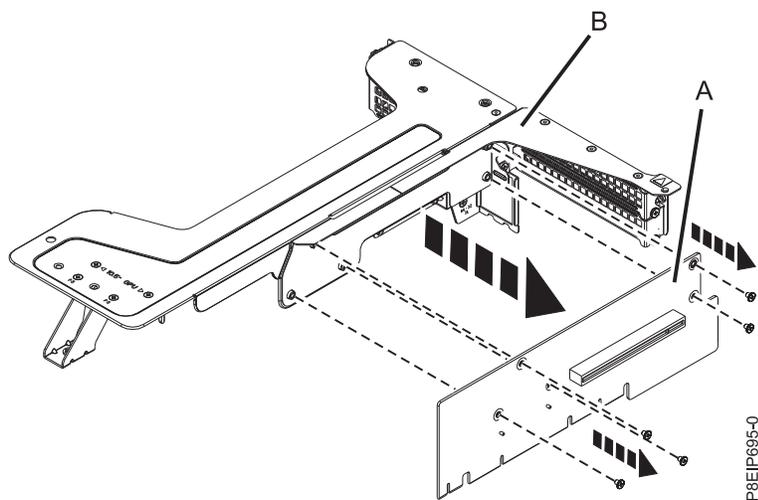

図 42. 位置 1 のライザー・カードの取り外し
- j. 位置 1 のライザー・カードの取り替えが必要になった場合、ライザー・カードをライザー・サポートから取り外します。ライザー・カードをライザー・サポートに固定している 5 本のねじを取り外します (図 42 を参照)。